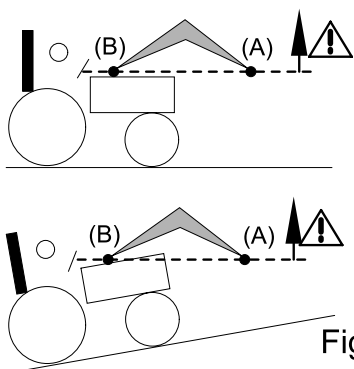

Fig. 2
- Podczas podnoszenia i przemieszczania się zachować ostrożności i nie tracić z oczu ładunku od momentu, gdy punkt przechyłu narzędzia (A) znajdzie się poniżej linii punktu przechyłu ładowacza (B) [patrz rys. 2]. Jeśli zajdzie potrzeba, poprawić pozycję narzędzia w taki sposób, by ładunek nie był nigdy skierowany ku kierowcy [patrz rys. 3].
⚠ NIEBEZPIECZEŃSTWO: Jeśli ładunek nie jest prawidłowo zabezpieczony, operatorowi grozi upadek ładunku, gdy punkt obrotu narzędzia (A) przekroczy poziom punktu obrotu ładowacza (B) [patrz rys. 2].
⚠ NIEBEZPIECZEŃSTWO: Zabrania się nabierania ładowacza, gdy punkt obrotu narzędzia (A) przekracza poziom punktu obrotu ładowacza (B) [patrz rys. 2].